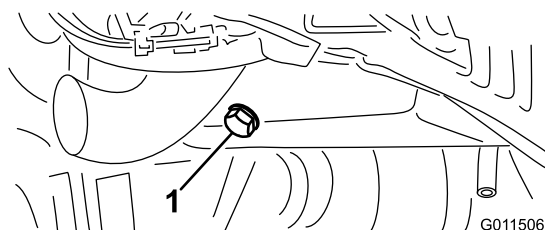

Figure 52
1. Enlevez un des bouchons de vidange (Figure 52) et laissez couler l'huile dans un bac de vidange. Remettez le bouchon quand la vidange est terminée.